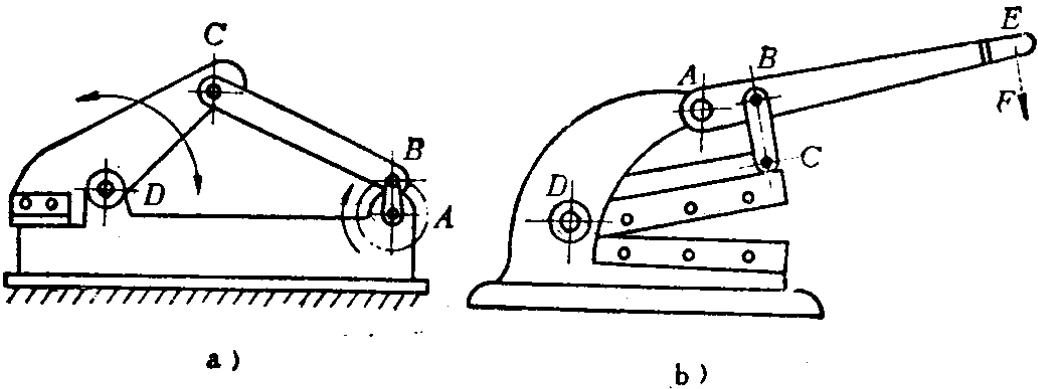

图 1-3
7. 图1-3所示的a、b同是剪板机, 试分别画出两者的机构简图, 并指出各利用了什么机构的工作原理?